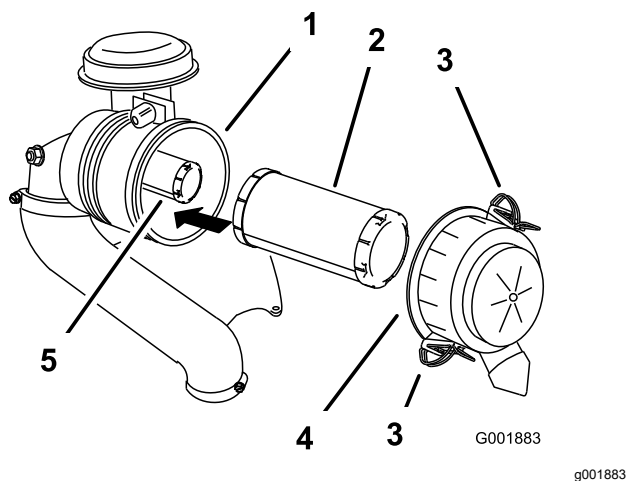

Figura 53
3. Liberte os trincos do filtro de ar e empurre a cobertura do filtro de ar para fora do corpo do filtro (Figura 53).
5. Empurre suavemente o filtro primário para fora do corpo do filtro de ar (Figura 53).
2. Se substituir o filtro interior, empurre-o com cuidado para o corpo do filtro (Figura 53).
3. Empurre com cuidado o filtro principal sobre o filtro de segurança (Figura 53).
4. Monte a cobertura do filtro de ar e fixe os trincos (Figura 53).